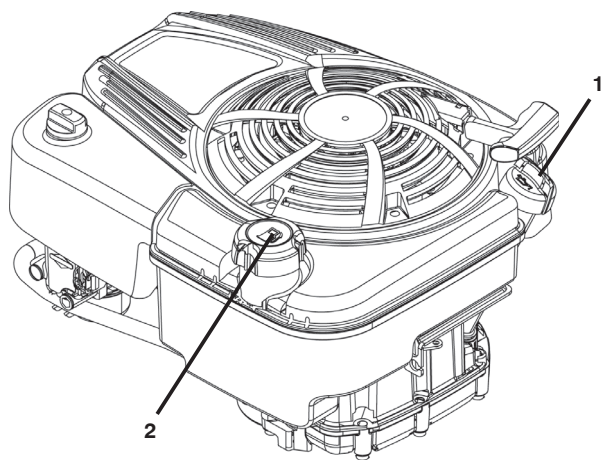

Figure 14
2. Enlevez la jauge d'huile du goulot de remplissage d'huile (Figure 14).
IMPORTANT: Remplissez le réservoir d'essence jusqu'au fond du goulot de remplissage. N'en mettez pas trop. Utilisez de l'essence sans plomb, régulière, fraîche, et propre avec au moins 87 indice d'octane. Ne mélangez pas l'huile avec l'essence. Pour assurer que l'essence utilisée soit fraîche, achetez des conteneurs d'essence pouvant être utilisés en moins de 30 jours (Figure 14).